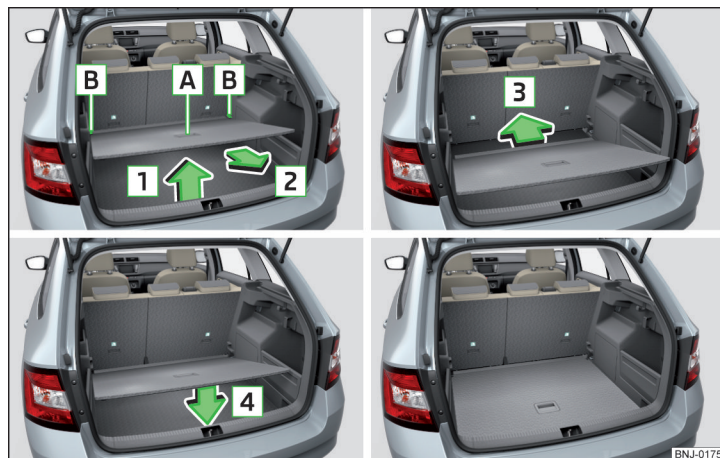

Fig. 107 Regolazione del piano di carico variabile nella posizione inferiore
- Afferrare la maniglia **A** » fig. 107 del piano di carico variabile.